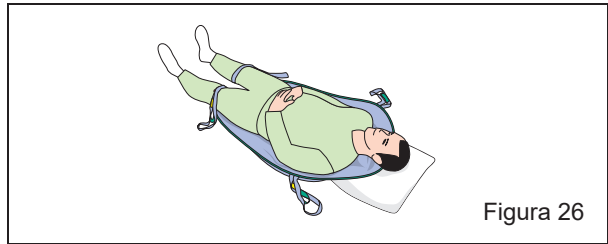

Figura 26
- Coloque el sling alrededor del paciente. Consulte los capítulos «Elevación desde una silla» y «Elevación desde una cama» (véase la figura 26).